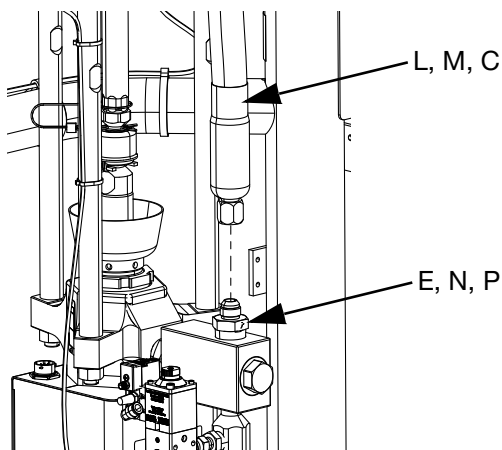

図 22
4. シングル iQ ラム供給システムを利用する場合、供給ホース 1 (C) からラム供給システムに接続し、供給ホース 1 に接続する金具 (E) を取り付けてください。以下の図参照: 図 1 および図 22。
- a. タンデムホース 1 (L) をラム供給ユニット 1 に接続し、タンデムホース 1 (N) に接続する金具と取り付けてください。以下の図参照: 図 2 および図 22。
- b. タンデムホース 2 (M) をラム供給ユニット 2 に接続し、タンデムホース 2 (P) に接続する金具を取り付けてください。以下の図参照: 図 2 および図 22。